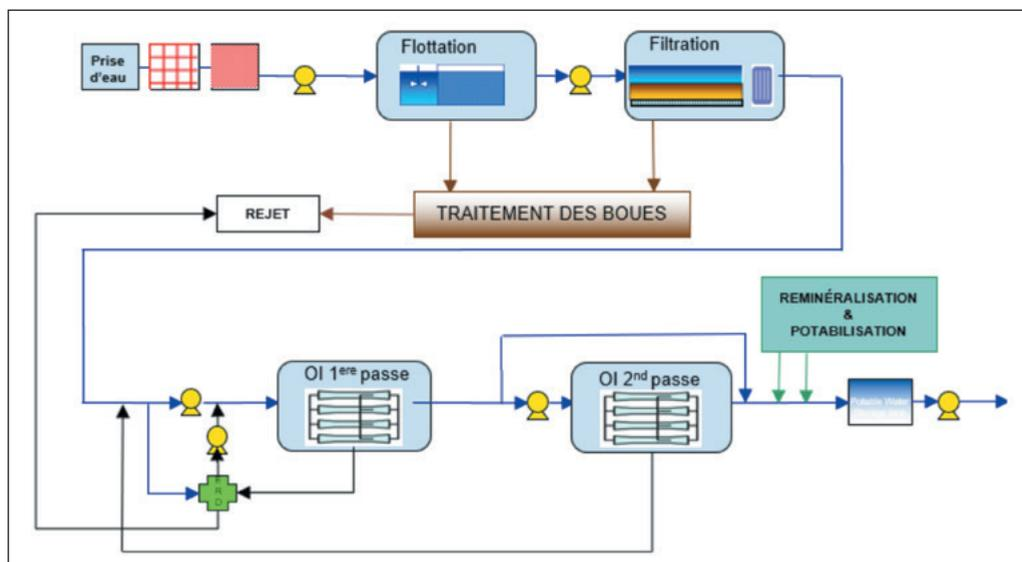

Figure 8
La **figure 8** est un schéma d'une usine typique du Moyen-Orient, où vous voyez l'emplacement de l'osmose inverse (OI). Il y a toute une partie en amont où l'eau est nettoyée et une partie en aval où l'eau est